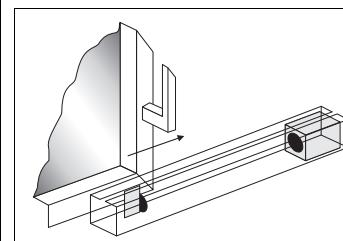

Abb. 4: Beispiel für Schutz gegen Umgehen eines Magnetischen Sicherheitsschalters gemäß EN 1088
- sie für Bedienpersonal bei geöffneter Schutzeinrichtung schwer zugänglich sind (Abb. 4),